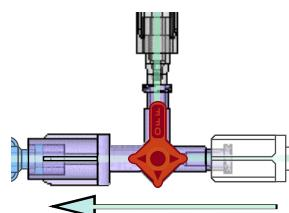

Figura 6. Lavado con solución salina (llave de paso para ahorro cerrada)
- a. Si va a realizar un lavado con solución salina, cierre la llave de paso para selección de válvula del DyeVert Power XT (consulte la figura 6).